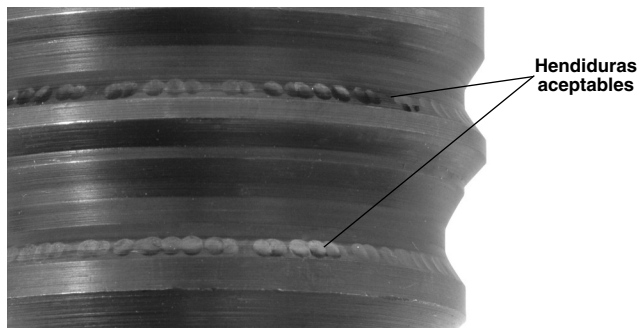

Figura 8 – Hendiduras formadas en las ranuras del acoplamiento QCS
- Al hacer la inspección del acoplamiento QCS para cabezales intercambiables, las hendiduras en las ranuras del acoplamiento QCS se producen normalmente con el uso y no indican que hay daño (Figura 8).